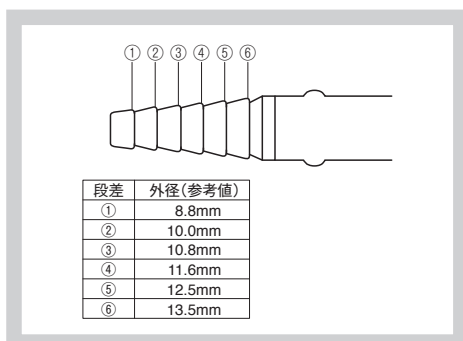

図12
1. 本品の胸腔ドレーン接続チューブ⑭のコネクタの寸法は下図（図12）のとおりである。他社製のドレーンチューブと本品を接続して使用するときには事前に接続できること、気密確認を行い、接続できないドレーンチューブは使用しないこと。気密性を確保できない、又は使用中に外れる可能性がある。